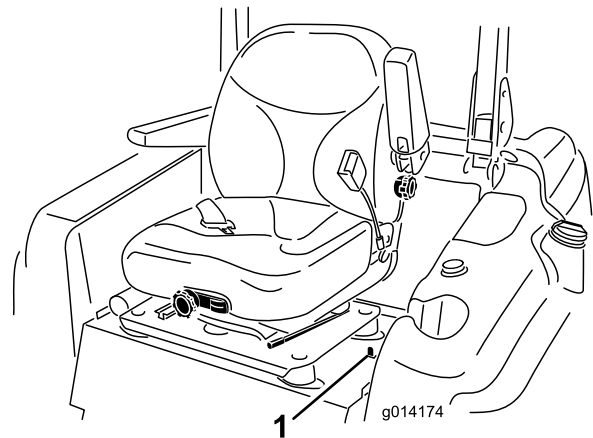

Figura 11
1. Mueva el enganche del asiento, situado en el lado izquierdo del asiento, hacia atrás para desenganchar el asiento, y tire hacia adelante la parte superior del asiento (Figura 11).